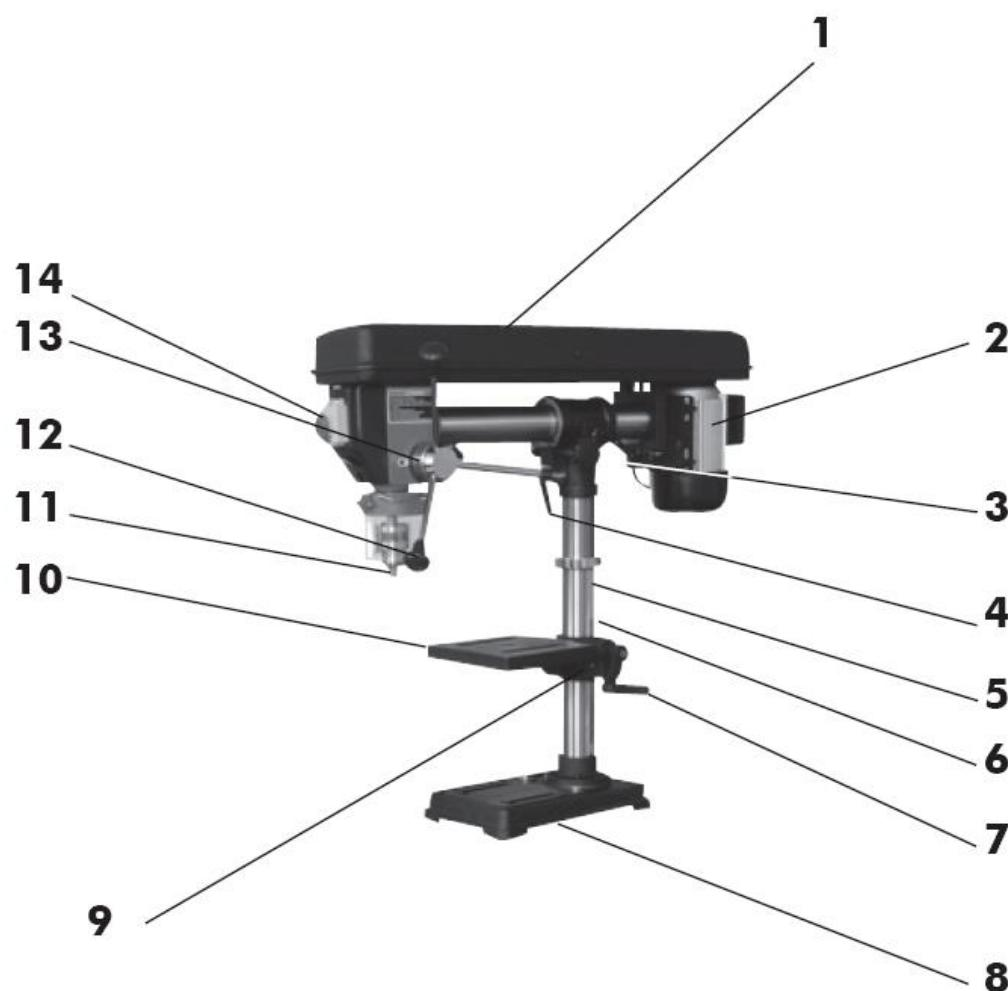

Abb. 1.2/Fig. 1.2
23.3 Description de SB 3116RMN Fig. 1.2